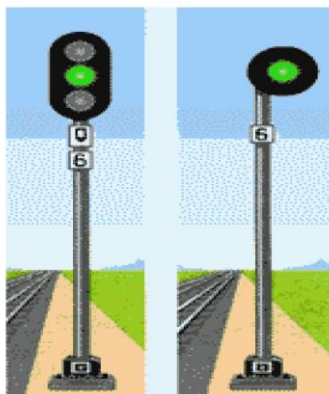

Рисунок 1
- 1) один зеленый огонь - разрешается движение с установленной скоростью, впереди свободны два или более блок-участка (рисунок 1);